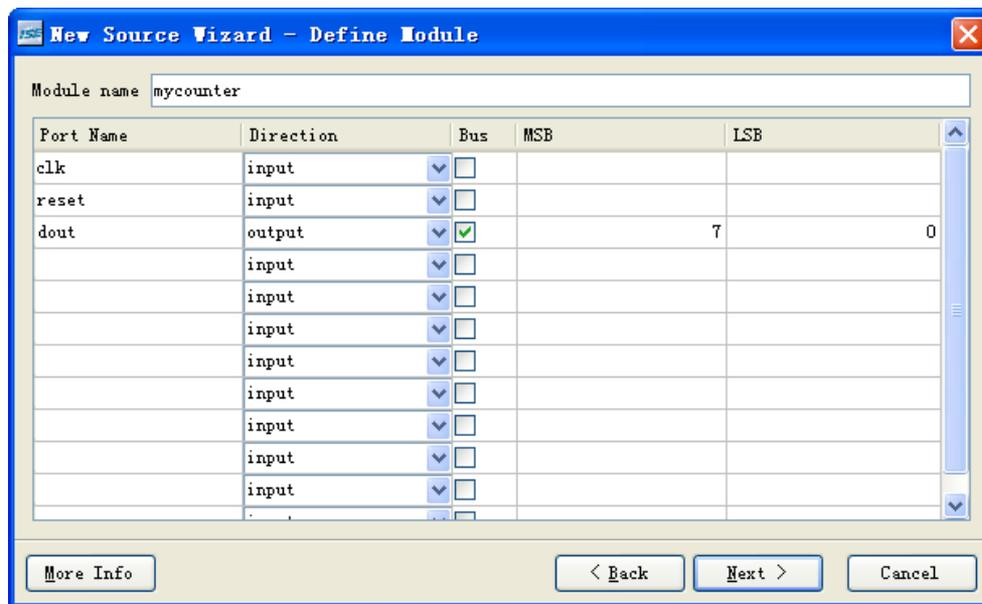

图12 Verilog模块端口定义对话框
- 单击“New Source”命令，在代码类型中选择Verilog Module选项，在File Name文本框中输入“mycounter”，单击“Next”进入端口定义对话框，如图12所示。